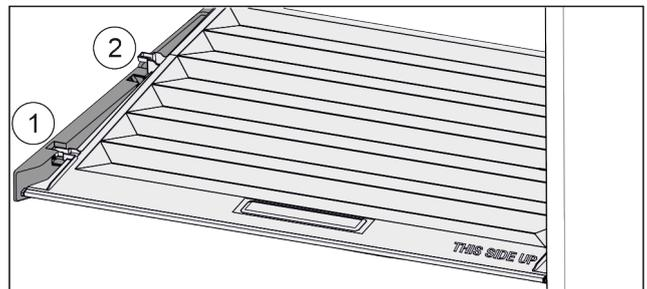

Fig. 158
- ▶ Deckel bis zur Öffnung in den Halteteilen nach vorne ziehen Fig. 158 (1).
- ▶ Hinten von unten anheben und nach oben wegnehmen Fig. 158 (2).